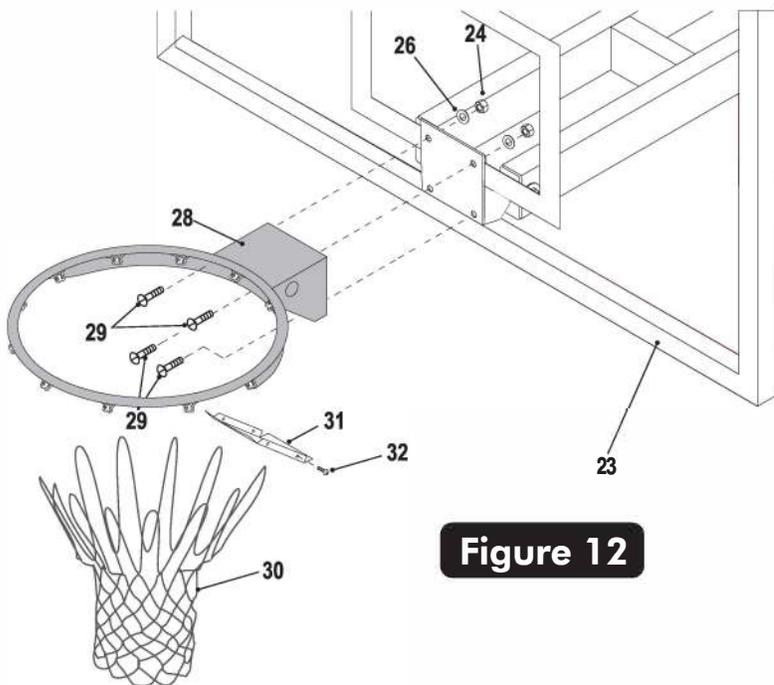

Figure 12
- Montez l'ensemble de but (n° 28) sur le panneau comme illustré à la figure 12, à l'aide de quatre boulons (n° 29), d'une rondelle (n° 26) et de quatre écrous (n° 24). Serrez les fixations, mais laissez-les suffisamment lâches pour niveler la jante.